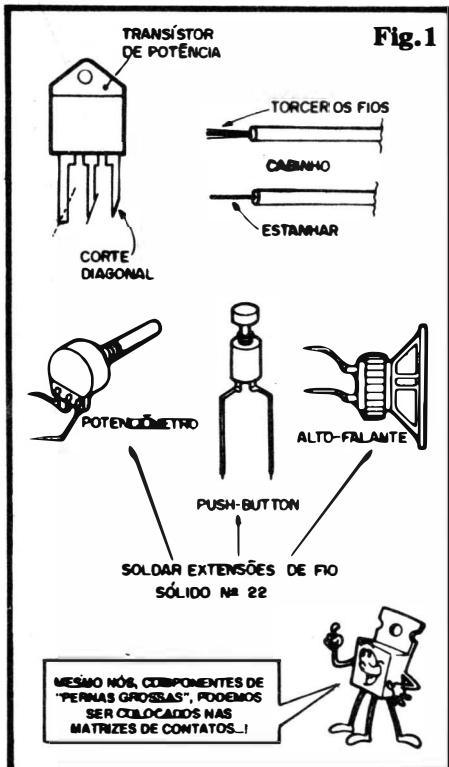
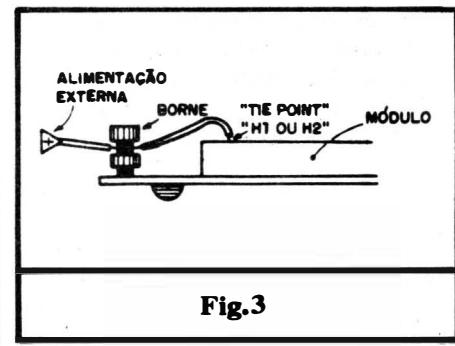

Fig. 1
Fig.3
- FIG. 1 - "ENFIANDO" COMPONENTES DE TERMINAIS GRANDES - A grande maioria dos componentes, ativos ou passivos (transistores, Integrados, resistores, capacitores, etc.) podem ter seus terminais diretamente inseridos nos tie-points de uma Matriz de Contatos convencional, uma vez que as dimensões, espaçamentos e distribuição dos "furiinhos" já foram cuidadosamente estudadas para tais feitos... Acontece, porém, que alguns componentes e peças, eventualmente apresentam terminais com dimensões e formas impróprias para "enfiamento" direto nos tie-points... A fig. 1 mostra 5 exemplos dessas peças e componentes, bem como instrui sobre os "truques" simples e diretos que podemos utilizar de modo a permitir a sua ligação à Matriz... Transistores de Potência, SCRs, TRIACs, etc., têm terminais "taludos", que diretamente "não cabem" nos furiinhos dos tie-points... A solução lógica é... "afinar" o terminal,
- FIG. 3 - COMO “TRANSFERIR” AS LIGAÇÕES DE ALIMENTAÇÃO, DOS BORNES À MATRIZ... - Observem que os cabos de alimentação, provenientes do exterior, são inicialmente conectados ao próprio borne (na figura vemos um borne para conexões “atarrachadas”, mas - como já foi citado - também existem aqueles que recebem as ligações através de pinos “banana”...). Já do borne ao módulo da Matriz, a conexão é feita por um pedaço de fio isolado, sólido, nº 22... É convencional que, num módulo padrão, dotado de apenas duas barras horizontais (H1 e H2, vejam a fig. 1 do TRUQUES & DICAS de ABC nº 16...) liguemos o borne vermelho (positivo) à linha de **tie-points** horizontal superior (H1), e o borne preto (negativo) à linha de contatos horizontais inferiores (H2), embora tal disposição não seja - obviamente - obrigatória... Apenas que fica mais fácil “seguir” um esquema desenhado de forma tradicional, com tal disposição da alimentação...
G - O substrato plástico isolante do módulo é - obviamente - sensível a excesso de calor... Jamais efetue soldagens de conexões externas provisórias (como as sugeridas na fig. 1...) muito